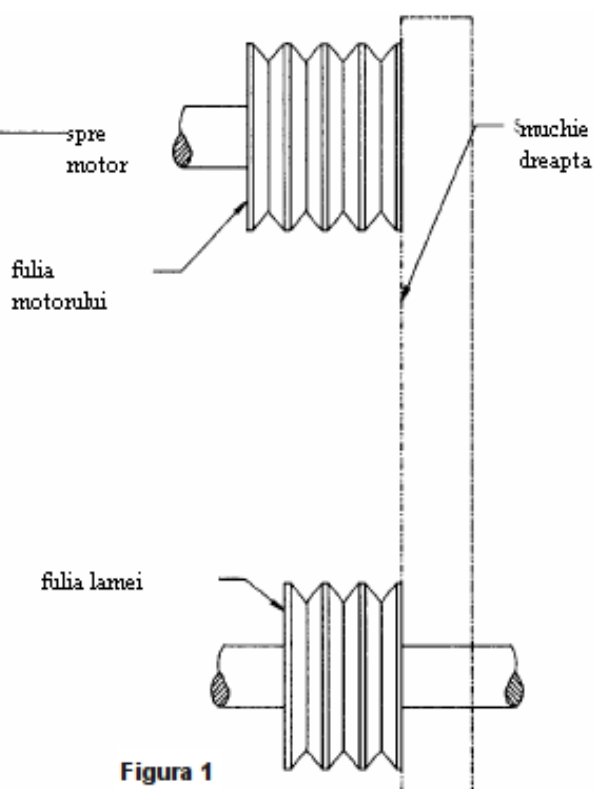

Figura 1
6. Pentru un aliniament corect folositi o rigla de otel (vezi figura 1):